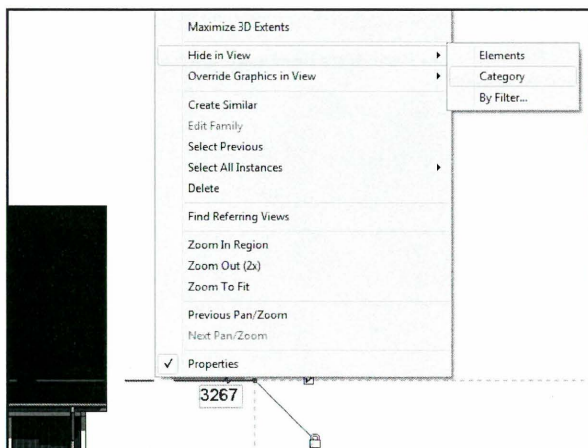

Fig. 14.02. Højreklik på eksempelvis et *Level - Hide in View* . *Category*.
- Højreklik på et *Level - Hide in View* - *Category* (Fig. 14.02).